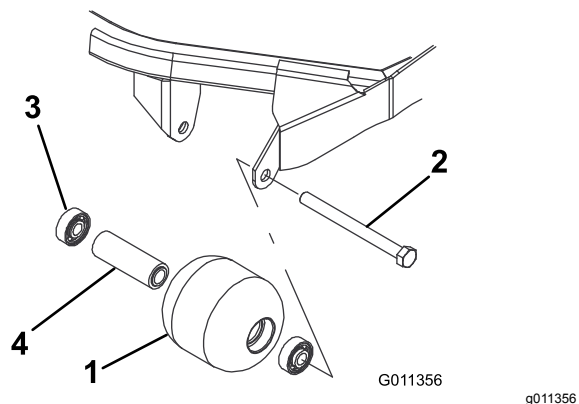

Figure 61
1. Retirez le boulon de fixation du galet (Figure 61).
1. Enfoncez le premier roulement dans le logement à la presse (Figure 61). Exercez la pression uniquement sur la bague extérieure ou uniformément sur les bagues intérieure et extérieure.
2. Insérez l'entretoise (Figure 61).
3. Enfoncez le second roulement dans le logement (Figure 61) en exerçant une pression uniforme sur les bagues intérieure et extérieure jusqu'à ce que la bague intérieure rencontre la douille d'écartement.